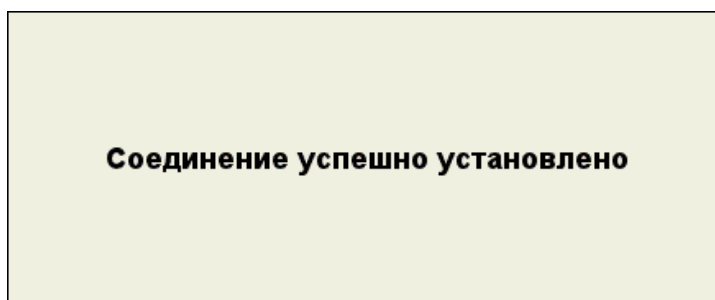

Рисунок 39
– для подтверждения пароля следует нажать **Enter**. Откроется окно, подтверждающее сопряжение устройств (рисунок 39).